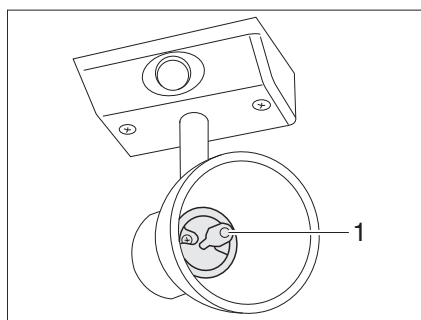

Fig. 255 Spot halogène (avec abat-jour en verre)
- Retirer l'ampoule halogène (Fig. 255,1) de sa douille en la tirant vers l'avant.